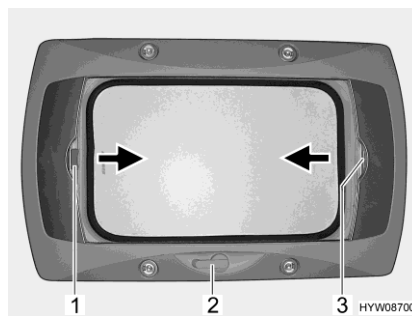

Bild 78 Kurbelhub-Dachhaube
*Öffnen:* ■ Die Handkurbel (Bild 78,2) drehen, bis Widerstand spürbar ist.
*Schließen:* ■ Die Faltverdunklung am Griff (Bild 78,3) in Pfeilrichtung ziehen und an der gewünschten Position loslassen. Die Faltverdunklung bleibt in dieser Position stehen.
*Schließen:* ■ Das Insektenschutzrollo am Griff (Bild 78,1) in Pfeilrichtung zum gegenüberliegenden Griff der Faltverdunklung (Bild 78,3) ziehen und einrasten lassen.
*Öffnen:* ■ Den Griff des Insektenschutzrollos (Bild 78,1) hinten nach oben drücken und das Insektenschutzrollo an der Faltverdunklung (Bild 78,3) aushängen.